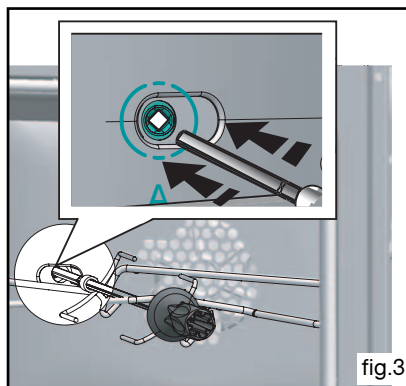

fig.3
- poussez légèrement pour engager la pointe de la broche dans le carré d'entraînement situé au fond du four (fig.3).
Insérez les deux autres butées rouges dans les emplacements **A** prévus à cet effet (fig.2). Faire levier sur ces pièces afin de déclipper la glace (fig.3).